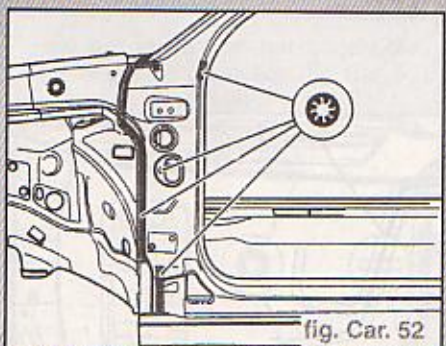

fig. Car. 52
- Souder le montant A par bouchonnage sous gaz de protection (fig. Car. 52)